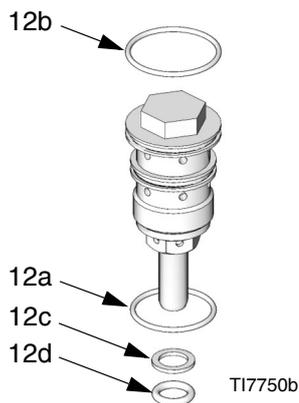

Рис. 13. Тарелка старой конструкции
4. См. Рис. 13. Выкрутите узлы тарелок (12). Небольшие уплотнительные кольца (12c, 12d) могут не выходить вместе с узлами тарелок. Необходимо вынуть эти кольца из верхней заглушки (1) и нижней крышки (3).
6. Нанесите смазку на узлы тарелок (12) и установите на место верхнюю заглушку (1) и нижнюю крышку (3). Затяните винты с усилием 40,6—48,8 Н•м (30—36 футофунтов).